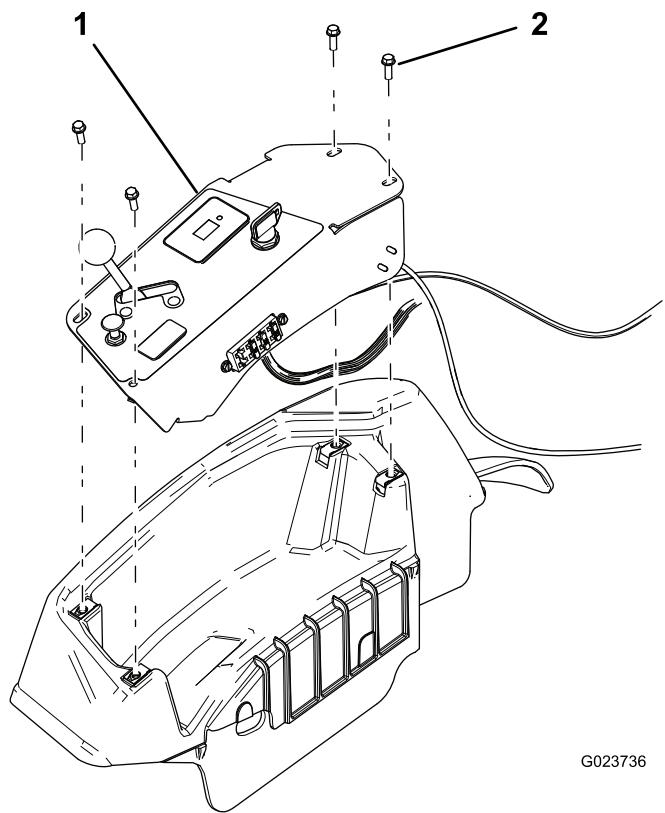

Bild 27
2. Nehmen Sie das Bedienfeld ab (Bild 27).